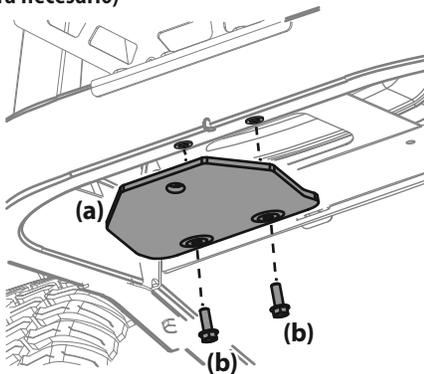

Figura 2
5. Si hay una separación debajo del indicador, la pendiente es demasiado empinada para operar con seguridad (vea la Figura 2 anterior).
1. Ubique el Enganche (a) e instálelo en la parte trasera del bastidor con los dos tornillos de arandela hexagonal (b) proporcionados. Consulte la Figura 2.